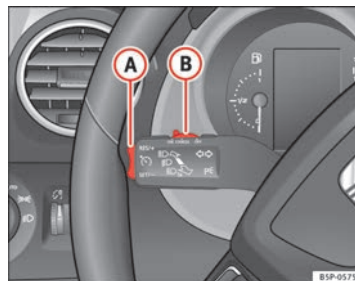

Fig. 155 Palanca de intermitentes y de luz de carretera: mando y tecla basculante para el regulador de velocidad
- Presione la parte superior de la tecla basculante **RES/+** ⇒ fig. 155 **B** para aumentar la velocidad. El vehículo acelerará mientras mantenga la tecla presionada. Al soltar la tecla quedará memorizada la nueva velocidad.
Si se reduce la velocidad programada pisando el pedal del freno, se desactiva el regulador de velocidad. Si quiere activar de nuevo el regulador, bastará con presionar una vez la parte superior de la tecla basculante **RES/+** → fig. 155 **(A)**.